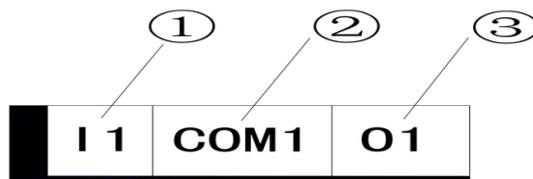

图 8-2 多线控制盘直控输出点示意图
1) 每一个多线控制盘直控输出点 (见图8-2) 包含三个接线点O1、COM1、I1, 一台控制器标准配置14个直控输出点, 每一组直控输出点对应操作盘上一个直控点;